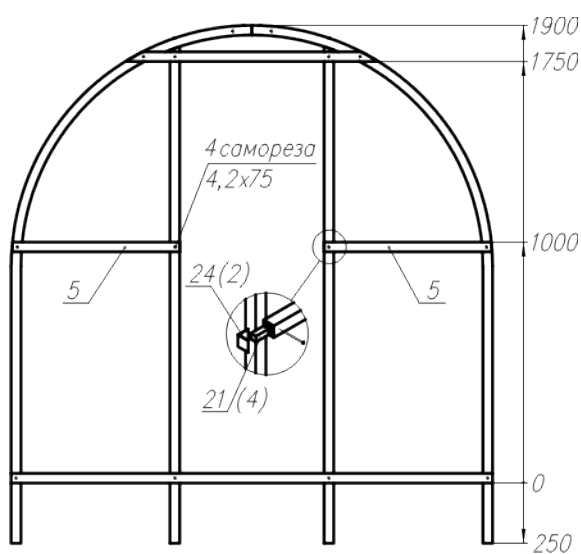

Рис. 12
4.3.2. Установите средние стяжки передней торцевой дуги 5 согласно рис.12.